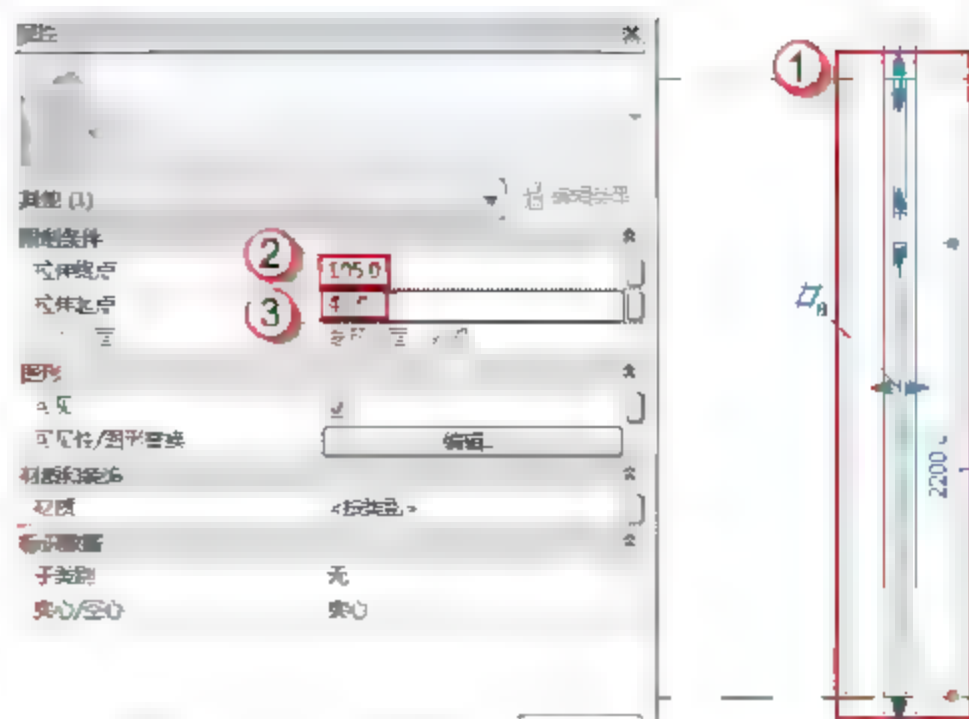

图 6.1.55 修改门框的位置及厚度
(11) 修改门框的位置及厚度。选择前面绘制好的门框, 打开“属性”面板, 在“拉伸终点”中输入“105”字样, 在“拉伸起点”中输入“45”字样, 如图 6.1.55 所示。